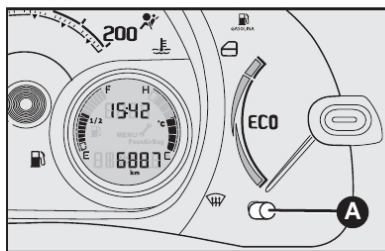

fig. 35
- Hodômetro parcial (ver botão de comutação: parcial/total) (**A**-fig. 35).
- Selecionar o hodômetro total através do botão **A**-fig. 35.